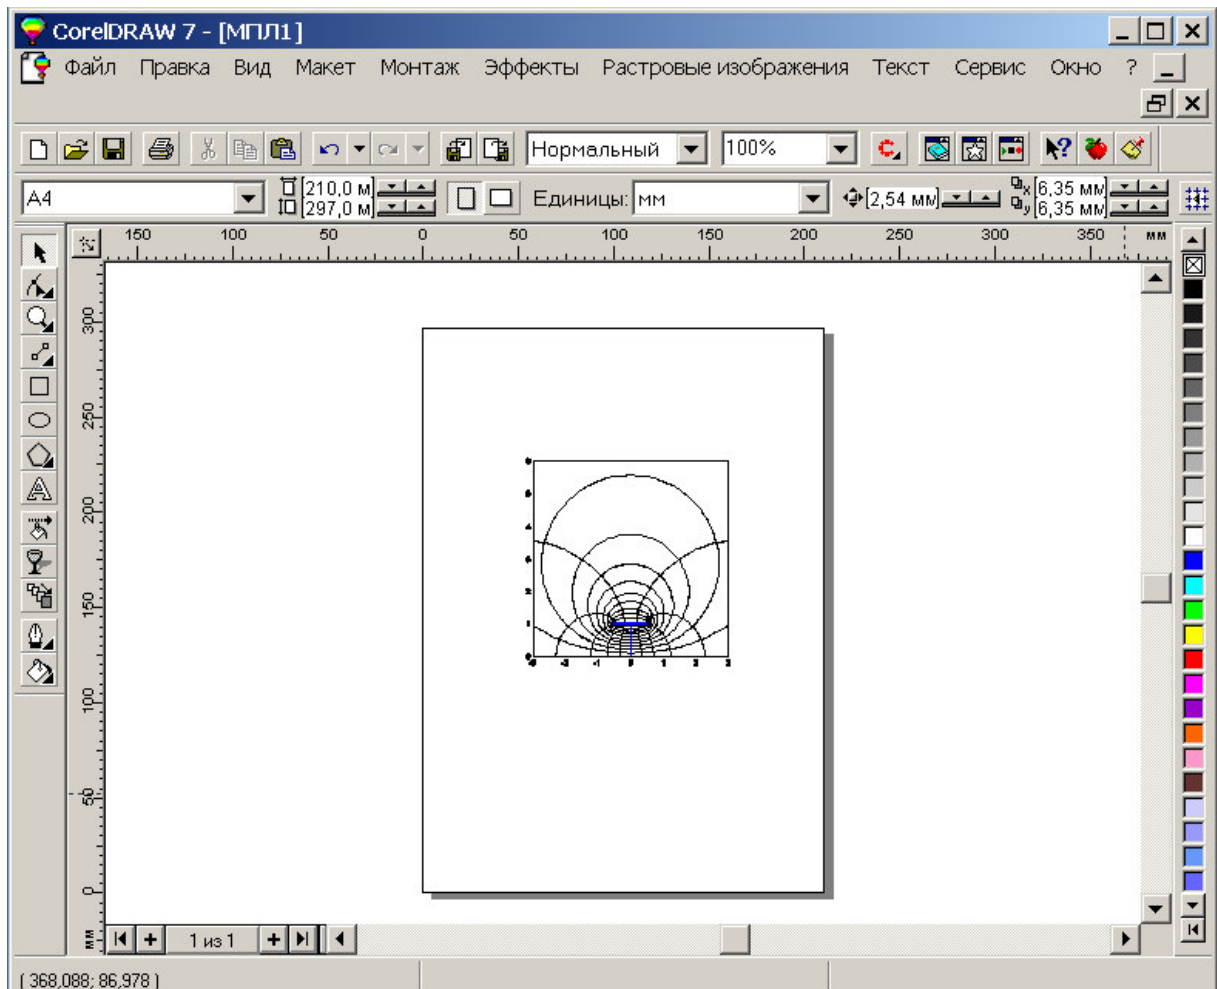

Рис. 8. Окно программы графического редактора **Corel Draw**
3. Теперь с помощью **Corel Draw** надо экспортировать исходный файл рисунка в файл управления плоттером, содержащий графические команды на языке HPGL с расширением *.PLT. Последовательность действий: Файл > Экспорт > тип файла HPGL Plotter File (PLT/HGL) > Экспорт > ОК (рис. 8). Заметим, что перед тем как нажать ОК, в появившемся окне «HPGL экспорт» необходимо в закладке «Другое» поставить галочку у пункта «Без команд о толщине или скорости».